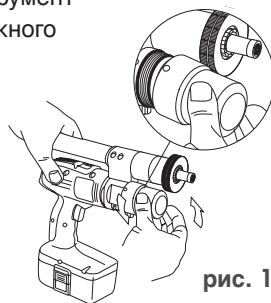

рис. 11
- 1) Снять пробку бака (I) согласно рис. 11;